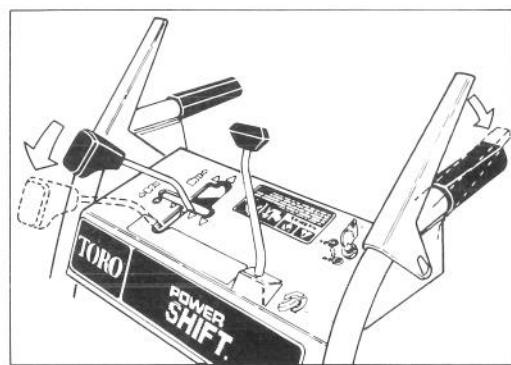

Figure 15
2. Pour orienter le roues vers l'avant ou vers l'arrière, tirez la commande de conversion sans la relâcher jusqu'au bout vers l'avant en position Power Shift (fig. 15).
3. Engagez entièrement le levier d'entraînement de traction pour régler les roues en position Power Shift (fig. 15 et 16).